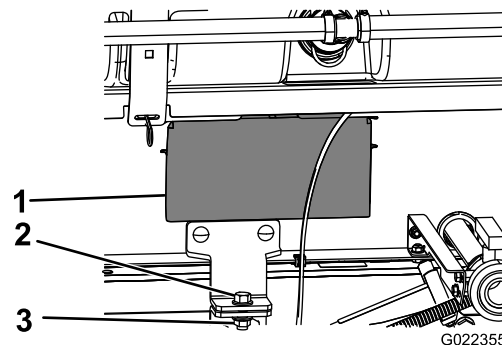

Bild 36
5. Nehmen Sie die Abdeckplatten an beiden Seiten des Gestellrahmens ab (**Bild 36**).
8. Befestigen Sie die Befestigungshalterung des Behältergestells mit einer Schraube ($\frac{1}{2}$ " x $1\frac{1}{2}$ ") und einer Sicherungsmutter ($\frac{1}{2}$ ") an der Ladepritschenhalterung am Rahmen auf beiden Seiten der Maschine, wie in Bild 36 abgebildet.